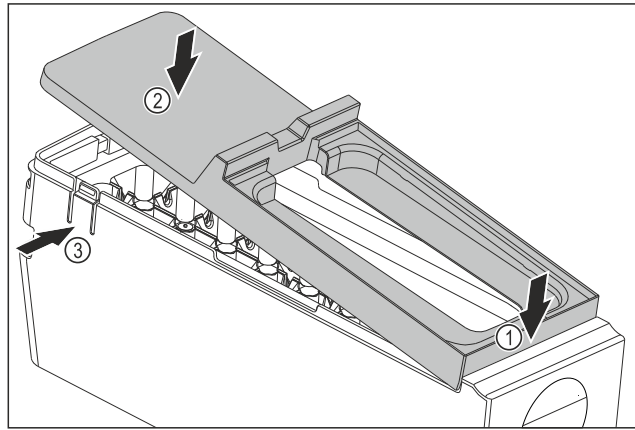

Fig. 80
- ▶ Abdeckung des EasyTwist-Ice-Korpus montieren: Abdeckung vorne ansetzen. Fig. 80 (1)
- ▶ Abdeckung hinten absenken. Fig. 80 (2)
- ▶ Abdeckung rastet hörbar in beiden Laschen Fig. 80 (3) ein.